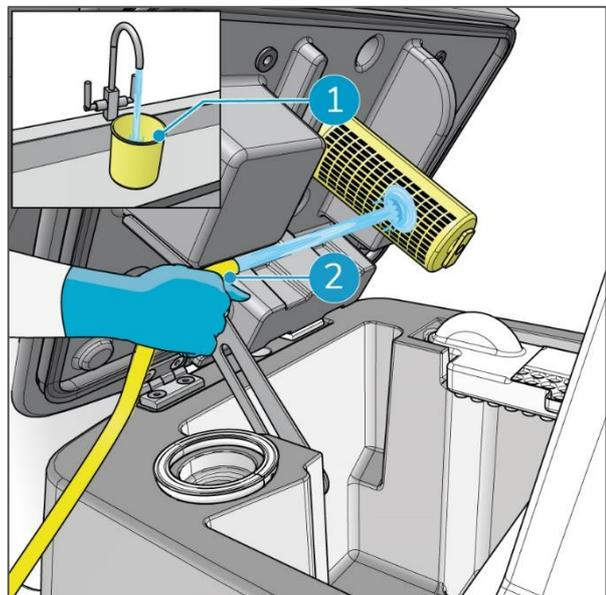

Abbildung 49
2. Reinigen Sie den gelben Kelch über einem Waschbecken mit Leitungswasser (Abbildung 49, Pos. 1).
3. Reinigen Sie den Abscheider mit einem Schlauch (Abbildung 49, Pos. 2).